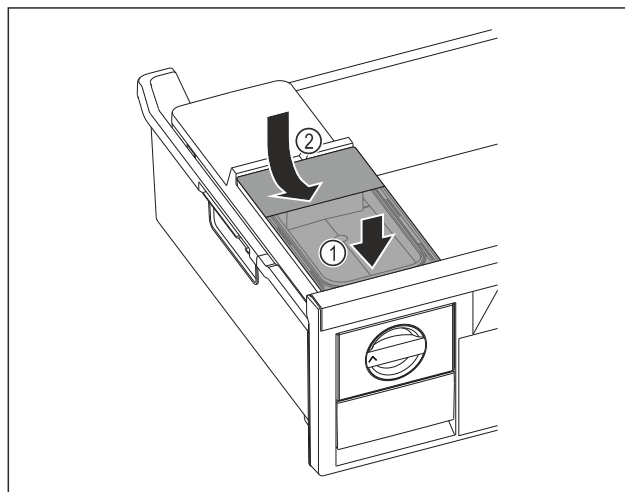

Fig. 30
- Sett fast fronten på vannbeholderen. Fig. 30 (1)
- Senk vannbeholderens bakdel. Fig. 30 (2)